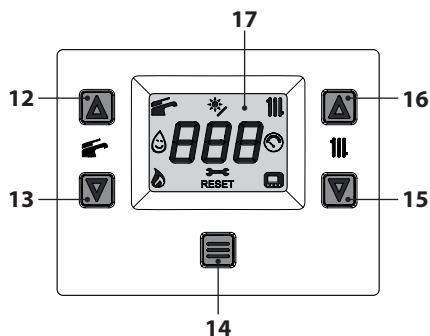
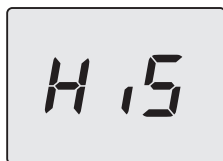
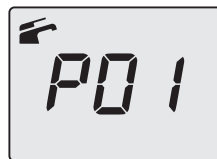

Figura 9.28
Figura 9.29
Figura 9.32
- Entre en la "modalidad programación" pulsando simultáneamente durante 5 segundos los botones 13 y 15 (Figura 9.28) hasta que aparezcan en el display LCD las letras **HiS** que indican el menú "Histórico de la caldera" (Figura 9.29).
- Pulse durante 1 s el botón 14 (Figura 9.28) para entrar en el parámetro seleccionado. El display mostrará lo siguiente (**13**=Myto connect 25S, **14**=Myto connect 30S o **15**=Myto connect 35S) (Figura 9.32).
- Pulsando simultáneamente los botones 13 y 15 (Figura 9.28) se sale sin modificar el valor (vuelta al nivel anterior Figura 9.31).
- mantener pulsados simultáneamente los botones 13 y 15 durante 5 s (Figura 9.28) (vuelta al nivel anterior).